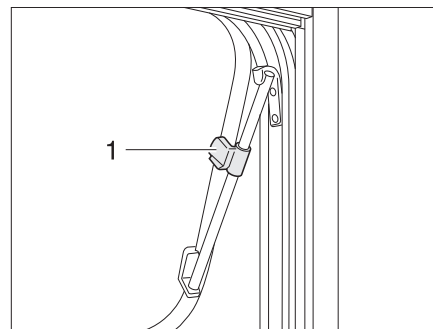

Fig. 34 Ventana abatible con soportes giratorios, abierta
- Abrir la ventana abatible hasta la posición deseada y fijarla con el botón moleteado (Fig. 34,1).
- Girar el botón moleteado (Fig. 34,1) hasta que se libere el bloqueo.